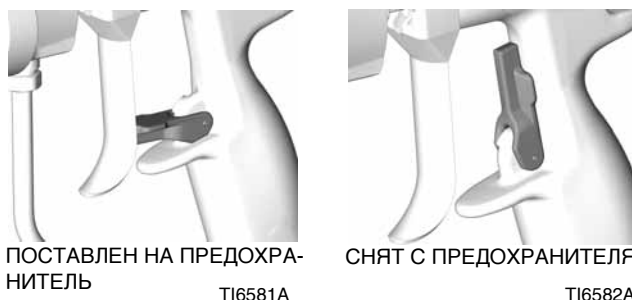

Рис. 12
1. Включите устройство блокировки триггера. См. Рис. 12.
4. Снимите пусковой механизм с предохранителя. См. Рис. 12.
7. Включите устройство блокировки триггера. См. Рис. 12.